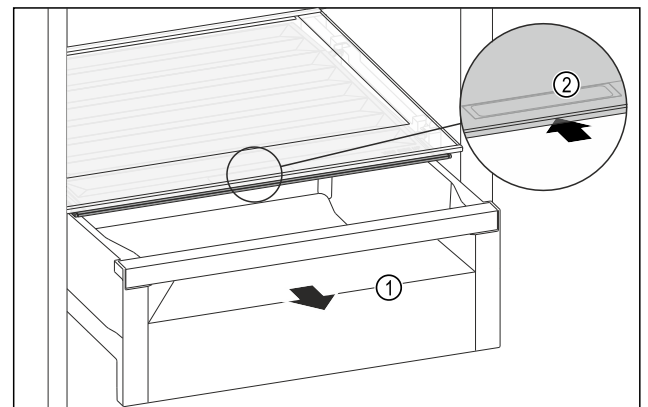

Fig. 171
- Schubfach Fig. 171 (1) herausziehen.
- Griffmulde Fig. 171 (2) am Fachdeckel anfassen und Fachdeckel gleichzeitig nach hinten schieben.